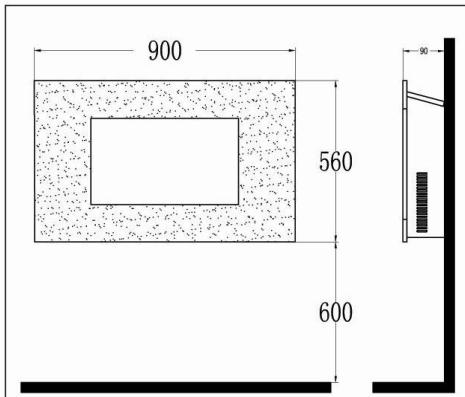

Fig.1
- Avståndet mellan brasans nedre kant och golvet måste vara minst 30 cm men för bästa sikt över brasan rekommenderas en höjd av 60 cm. Avståndet mellan brasan och väggar vid sidan av måste vara minst 20 cm, mellan brasan och tak minst 100 cm. Häng inte brasan direkt under eller framför ett elektriskt uttag (se bild. 1).